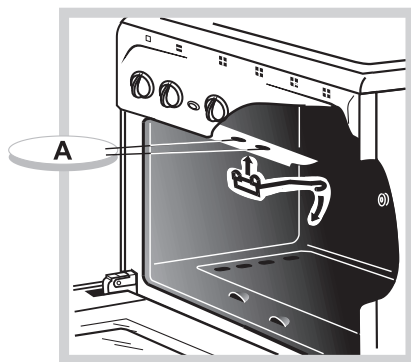

Рис.7
- Установите крючок, для чего вставьте «усы» крючка в пазы **A** верхней полки проема духовки и опустите крючок вниз (рис. 7).